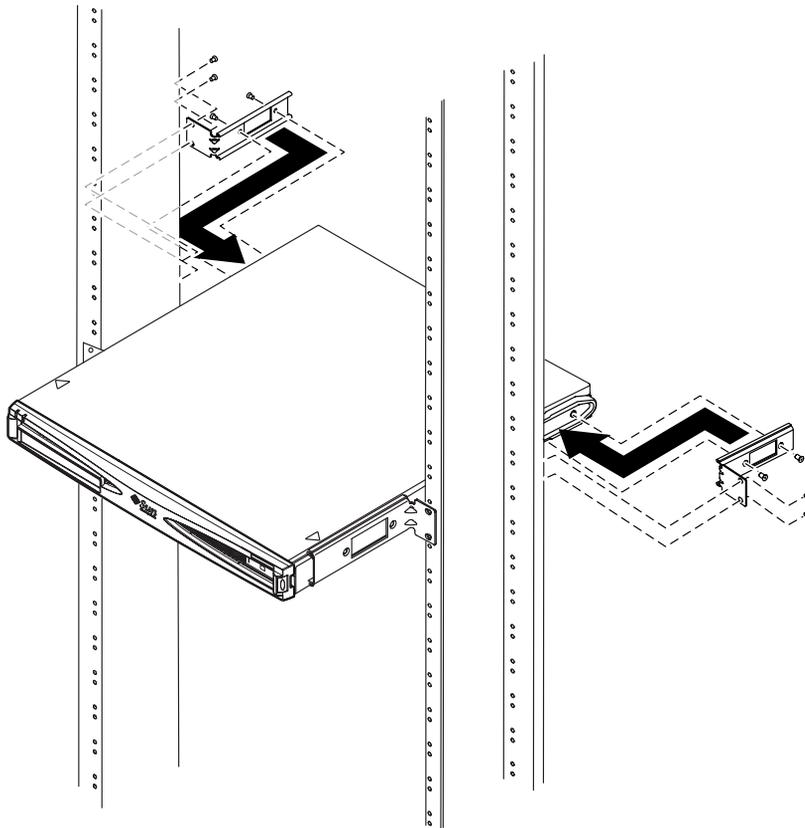

FIGURE 5-12 Serveur installé dans un châssis à deux montants
5. Installez les deux supports fixes arrière sur les deux trous taraudés situés sur chaque côté, à l'arrière du serveur, à l'aide des vis cruciformes fournies (voir la FIGURE 5-12).